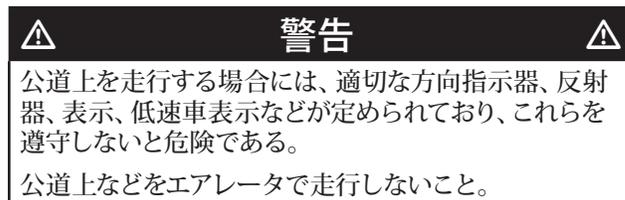

図 33
- 機体をチェーンやロープなどでしっかりと固定する (図 33~35)